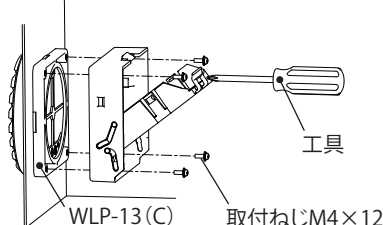

図5
既に取り付けてある WLP-13(C) に本製品を後付けする場合は、取付ねじ M4×12 にて固定してください。(図5)
**【ご注意】** 後付けの際には、本製品のフカサに加え「WLP-13(C) のキャビネット内飛び出し」「工具長さ」分の空間が必要です。